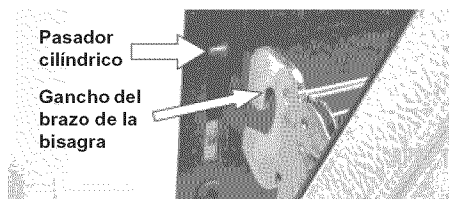

Fig. 4
5. Con la puerta del horno en la posición de asar, levante los brazos de las bisagras de la puerta sobre los pasadores de rotación ubicados a cada lado del marco del horno (vea la Fig. 4).
2. Sosteniendo la puerta en el mismo ángulo de remoción, coloque el gancho del brazo de la bisagra sobre los pasadores de rotación ubicados a cada lado del marco de la puerta (vea la Fig. 4). El gancho de los brazos de las bisagras debe estar completamente asentado sobre los pasadores de rotación.